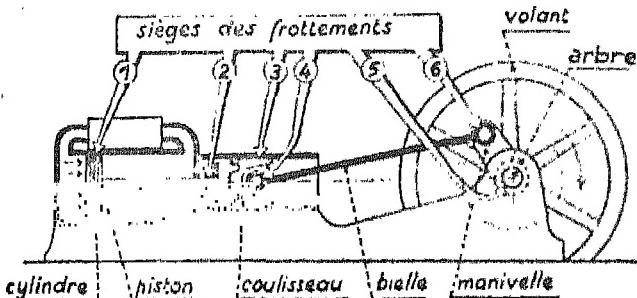

Fig. 3. — Résistances dues au frottement. Énumérez les diverses résistances, dues au frottement, dans cette machine à vapeur.
b) Observez une machine à vapeur en marche (fig. 3). De nombreuses pièces se déplacent en glissant sur d'autres : piston, coulisseau, arbre de manivelle sur les coussinets des paliers, extrémités de la bielle sur les axes